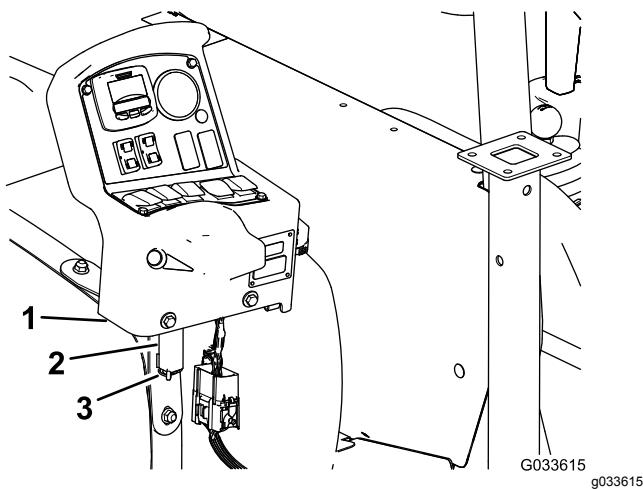

Figure 117
7. Déposez la console de son support sur la planche de bord de la machine et alignez l'axe de pivotement de la console et le support de rangement au niveau de la sangle avant de la cuve (Figure 117) ; voir 9 Montage de la console de commande sur la machine \(page 23\).
8. Fixez la console au support et fixez l'axe de pivot au support avec la goupille fendue (Figure 117).